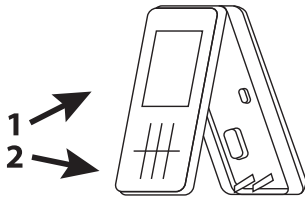

Рис. 4.
4. После соединения соединительных проводов с корпусом проводного контроллера, как показано на рис. 4, установите основную часть в соответствующей последовательности: